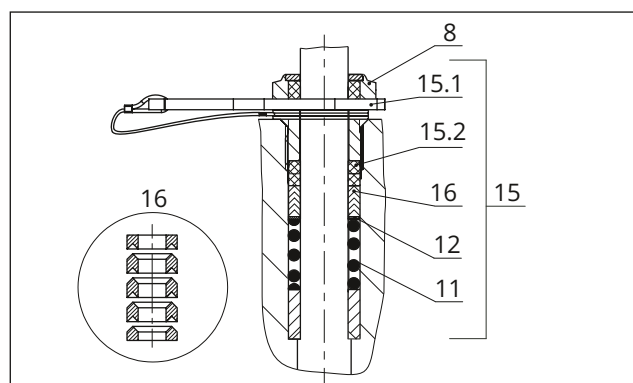

Fig. 31: ADSEAL-packning
- Fjäder (11)
- Mellanlägg (12)
- Packningsringar (16)
4. För in den röda distansringen (15.1) mellan den gängade bussningen (8) och låsringen (se Fig. 31).
① UPPLYSNING
13. Placera flänsen (2) på huset.
14. Skjut försiktigt packningsdelarna över kägelspindeln in i packningskammaren med ett lämpligt verktyg. Observera korrekt sekvens (se Fig. 30 och Fig. 31).
15. Tryck in kägeln (5) ordentligt i sätet (4). Fäst flänsen (2) med husets muttrar (14). Dra åt muttrarna gradvis och korsvis. Respektera åtdragningsmomenten.
16. Skruva in den gängade bussningen (8) och dra åt den. Respektera åtdragningsmomenten.
17. Lossa den gängade låsmuttern (10) och spindelanslutningsmuttern (9) på kägelspindeln.